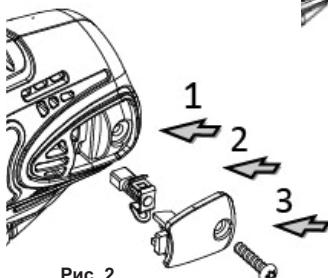

Рис. 2
- Б. Установите две новые угольные щетки с правой и левой стороны. (См. рис. 2, шаг 1).
- Г. Используйте отвертку, чтобы затянуть винт на задней крышке корпуса. (см. рис. 2, шаг 2 и 3).